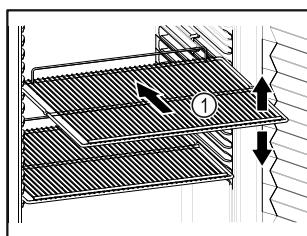

Fig. 40 Beispielhafte Darstellung
- Wenn Ablageflächen Fig. 40 (1) versetzbare sind, Ablageflächen je nach Höhe anpassen.